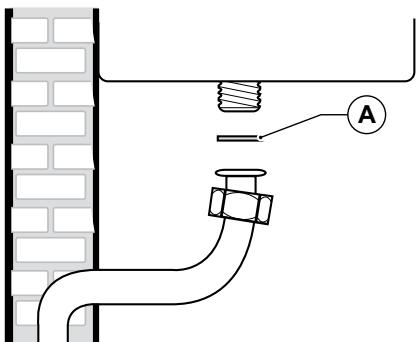

Рис. 13 Подключение к газовой сети
**ОБЯЗАТЕЛЬНО**, при подключении котла к линии подачи ГАЗА использовать накидную гайку (A) с применением прокладки в стыковой полости (смотри Рис. 13 Подключение к газовой сети).